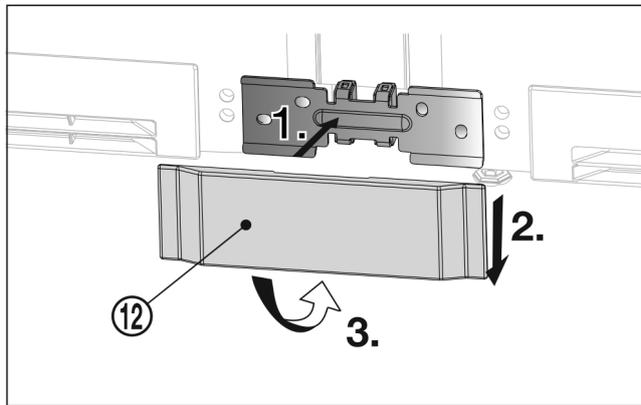

Fig. 32
- ▶ 将下方的盖板 Fig. 32 (12) 从前面放置到角上 Fig. 32 (1)，向下推入 Fig. 32 (2) 并向下卡紧 Fig. 32 (3)。